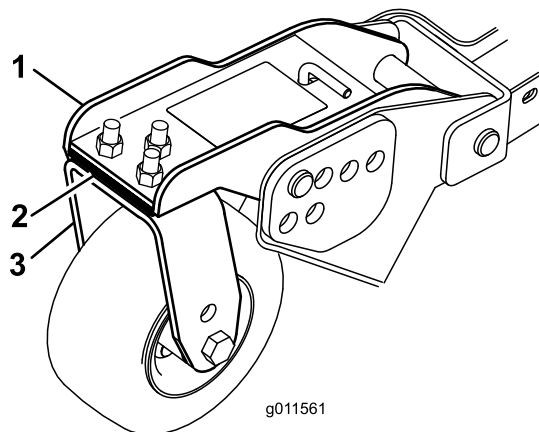

Figura 30
3. Ajuste los suplementos de 3 mm de las horquillas de las ruedas giratorias delanteras hasta que la altura de corte se corresponda con la marca de la pegatina (Figura 30).